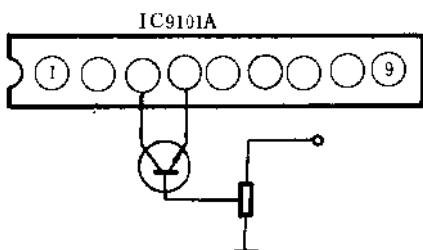

图 1-4 加接三极管
下面着重介绍 F 点信号电压的引入，构成同步分离级的 3CG 型三极管，其集电极动态电压为 2~4V，与电视信号成反比，称之为负极性信号电压。有些电视机的这一电压不足 2~4V，可用两种方法加以扩展：一是将 3CG 的 c 极对地电阻换成 10k，二是将 B 极下偏对地电阻减小约 1/4 左右。目前也有些两片机，其外围无独立同步分离级，可直接采用视频通道输出。此信号呈负极性，其动态范围不足 1V，扩展方法如图 1-4 所示。将三极管 (9011、9014、3DG6 等型号) 焊接在装配印制电路板中的 BG3 位置。第二种解决办法是采用集成电路相关的 AGC 电压，在引入 F 点后，需在 W 中心抽头与 IC 之间加一反相器（原理图虚线中的 BG3、R1 就是反相器），BG3 可采用 9011、9014、3DG6 等，R1 可用 1/8W 10~20K 电阻，焊接在对应位置后，再将连接 W 与 9101A 第④脚的 D 点划开即可。